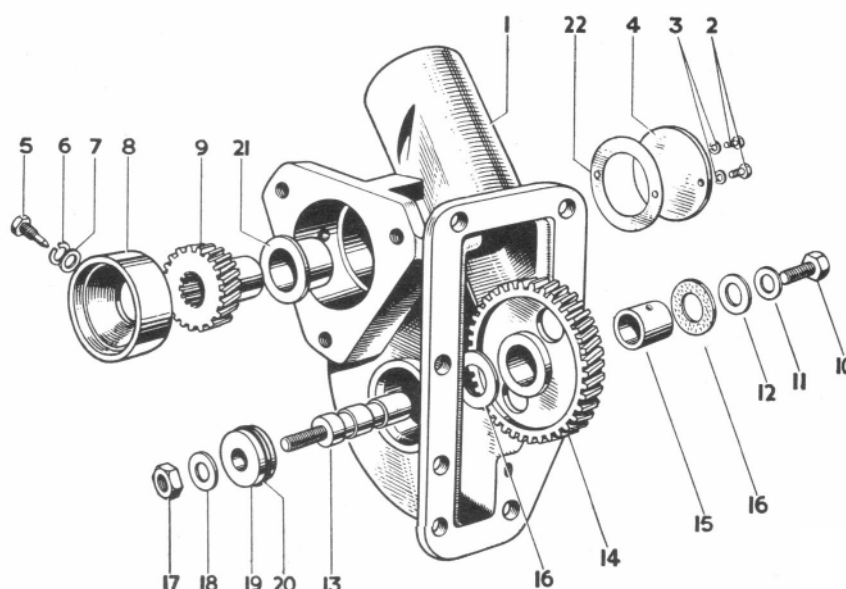

Fig.50 - Vue éclatée du carter d'entraînement de pompe d'injection
Carter d'entraînement de la pompe d'injection (Fig. 50)
1. Enlever la fixation du compteur horaire et le joint de la plaque de fermeture et le joint du carter d'entraînement. Chaque pièce est retenue en place par des vis de fixation et des rondelles. Voir - figure 50
Assemblage du carter d'entraînement de pompe d'injection (Fig. 50)